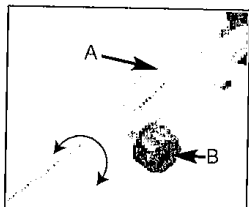

Fig. 8A
1. Lösen Sie die Schraube (B) gegen den Uhrzeigersinn (Fig. 8A).
2. Drücken Sie den Entriegelungshebel (A) nach unten und drehen Sie den Schaft in die gewünschte Position (Fig. 8A). Die Bohrungen sind vorgegeben bei 90 Grad links, 90 Grad rechts und 180 Grad.
4. Ziehen Sie die Schraube (B) im Uhrzeigersinn fest an.